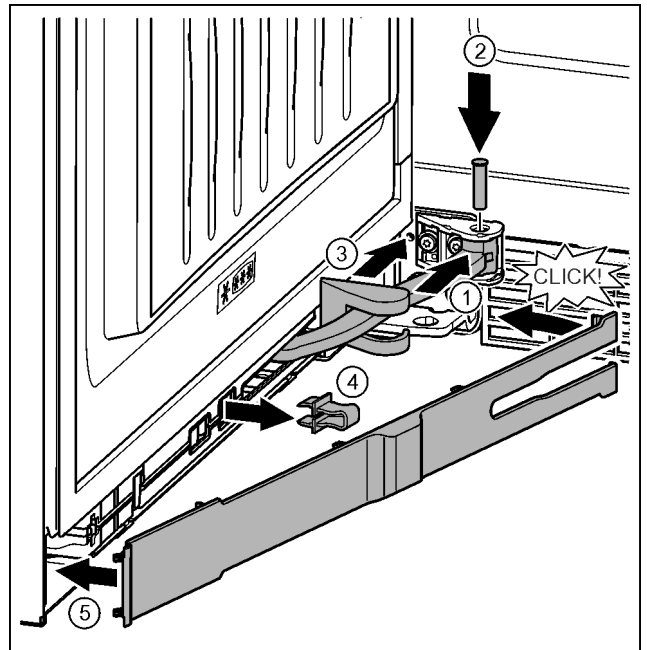

Fig. 46
- ▶ Поверніть шарнір у навішуванні. Fig. 46 (1)
- ▶ За допомогою викрутки T15 встановіть гвинт в навішування та шарнір. При цьому виступ фіксатора повинен займати правильне положення в пазу. Fig. 46 (2)
- ▶ Просуньте кришку опорного кронштейна вздовж шарніра та встановіть її над навішуванням. Fig. 46 (3)
- ▶ Зніміть запобіжник. Fig. 46 (4)
- ▶ Встановіть накладку з боку ручки та поверніть. Fig. 46 (5)